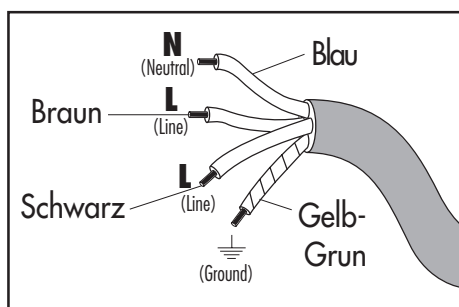

Fig. 2
- Der Anschluss ist durch einen zugelassenen Stecker oder einer Abzweigdose vorzunehmen, indem die korrekte Isolierung zwischen den Verbindern gehalten wird (Abb.2).